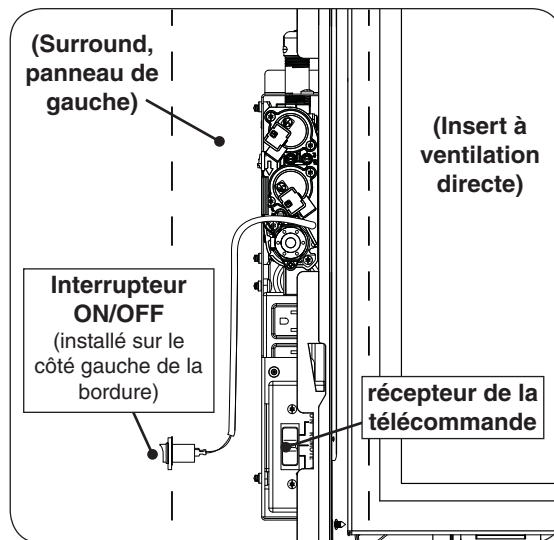
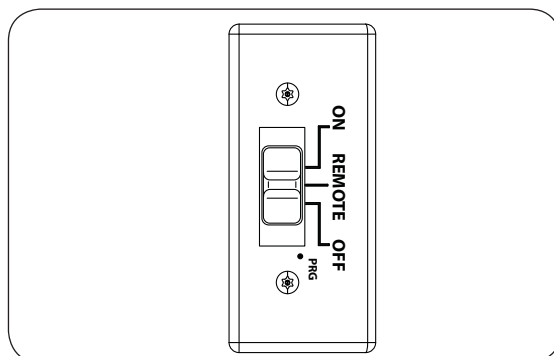
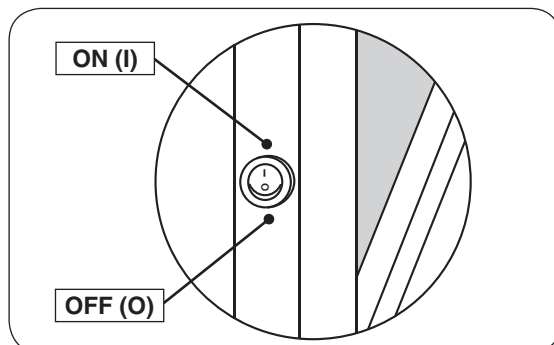

Fig. 40-1 Boîtier de commande (côté gauche, derrière surround)
Fig. 40-2 Détail récepteur à distance
Fig. 40-3 ON/OFF commutateur de détail
1. Le boîtier de commande est sur le côté gauche de l'appareil. Placez le récepteur de télécommande du boîtier de commande (voir Fig. 40-1). Faites glisser le commutateur à 3 positions sur le récepteur à la position **REMOTE** (voir Fig. 40-2).
2. Localisez le commutateur ON / OFF sur le côté gauche du cadre (voir Fig. 40-1). Le mettre en position **ON (I)** (voir Fig. 40-3).